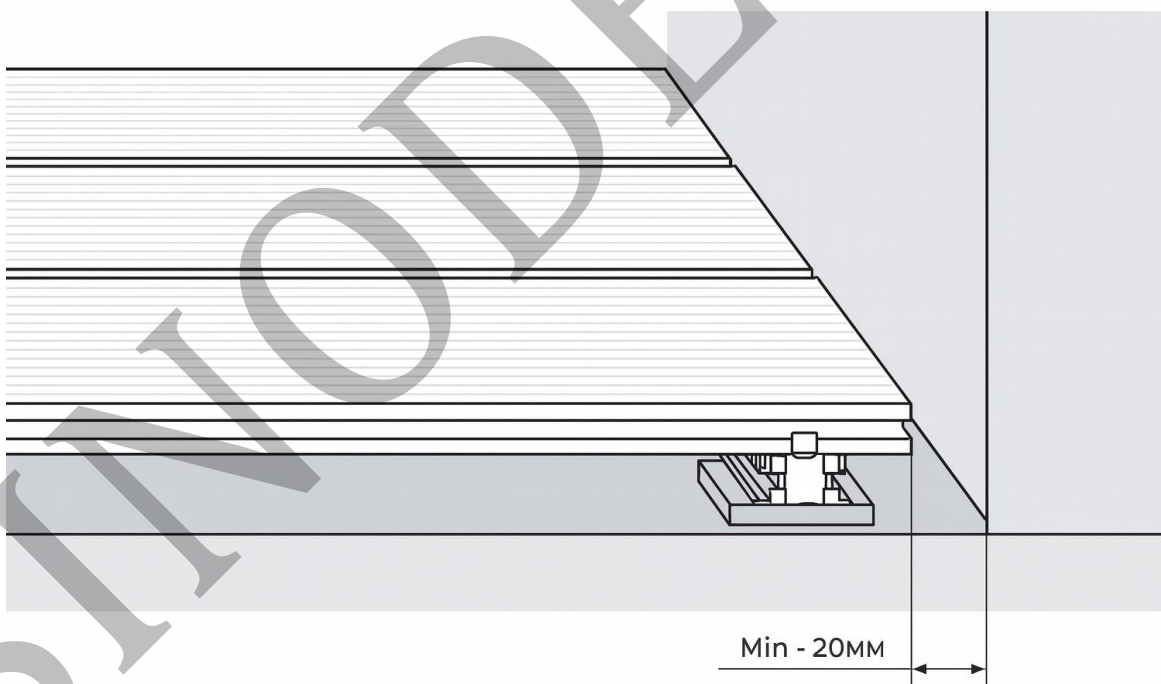

Рис.9
2. Вставляют в них первую доску, обеспечив зазор между террасным покрытием и неподвижным ограждением (например, стена) $\text{min } 20 \text{ мм}$ (рис. 9).